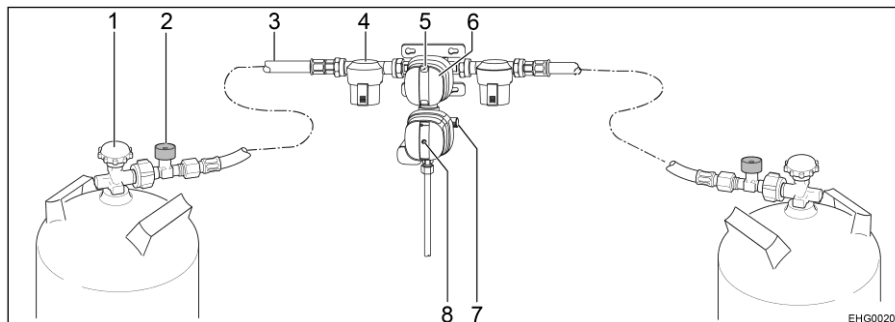

Bild 135 Säkerhetsgastryck-styrssystem DuoControl CS
DuoControl-styrsystemet består av en omkopplingsventil och en crashsensor. DuoControl-styrsystemet är monterat mellan högtrycksslangarna (Bild 135,3) med slangbrottssäkring (Bild 135,2). Med vredet (Bild 135,6) på omkopplingsventilen ställer du in vilken gasflaska som ska användas som driftflaska och vilken som ska användas som reservflaska.
I fönstret (Bild 135,5) visas gasförsörjningens status:
Crashsensorn stänger av gastillförseln vid kraftig vibration (t. ex. vid en krock). Den gula återställningsknappens (Bild 135,8) läge indikerar crashsensorns driftstatus:
- När den gula återställningsknappen (Bild 135,8) är intryckt är crashsensorn driftklar.
- När den gula återställningsknappen (Bild 135,8) sticker ut är crashsensorn **inte** driftklar. Idrifttagning, se nedan.
Slangbrottssäkringen (Bild 135,2) stänger av gasflödet om den anslutna slangen går sönder. Slangbrottssäkringen måste aktiveras genom att trycka på den gröna knappen.
■ Med vredet (Bild 135,6) på omkopplingsventilen väljs gasflaskan, som ska prioriteras (driftflaska). Vrid alltid vredet till stoppläget.
■ Öppna huvudavstängningsventilerna (Bild 135,1) på gasflaskorna.
■ Tryck in slangbrottssäkringens gröna knapp (Bild 135,2) i cirka 5 sekunder. I fönstret (Bild 135,5) visas den gröna markeringen.
■ Om crashsensorn har utlöst (den gula återställningsknappen (Bild 135,8) sticker ut):
Tryck in den gula återställningsknappen (Bild 135,8) hårt, vrid lätt medurs och håll den intryckt i 5 sekunder. Säkerställ att återställningsknappen stannar klar i det intryckta läget ("driftklar").
■ Stäng huvudavstängningsventilerna (Bild 135,1) på gasflaskorna.
Om den gröna kontrolllampan (Bild 136,6) slocknar under drift och den röda kontrolllampan (Bild 136,5) tänds är driftflaskan tom och måste bytas ut. I fönstret (Bild 135,5) för gasflaskan visas den röda markeringen. Gasförbrukarna försörjs med gas från reservflaskan.
- Vrid vredet (Bild 135,6) till stoppläget i riktning mot den aktuella gasflaskan. Då blir denna gasflaska driftflaska och den tomma flaskan blir reservflaska. Markeringen i fönstret (Bild 135,5) växlar från rött till grönt.
- Stäng huvudavstängningsventilen (Bild 135,1) på den tomma gasflaskan. Beakta pilriktningen.
- Tryck på den gröna knappen på slangbrottssäkring (Bild 135,2).